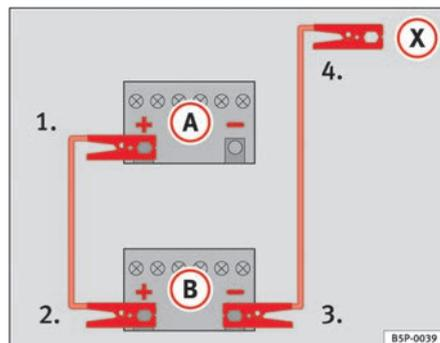

Abb. 204 Schema für das Anklemmen der Starthilfekabel
In der ⇒ Abb. 204 ist (A) die entladene Batterie und (B) die stromgebende Batterie.
1. Klemmen Sie ein Ende des roten Starthilfekabels an den Pluspol ⇒ Abb. 204 (+) des Fahrzeugs mit der entladene Batterie ⇒ ⚠.
4. Klemmen Sie das andere Ende des schwarzen Starthilfekabels (X) beim Fahrzeug mit der entladene Batterie an ein massives, fest mit dem Motorblock verschraubtes Metallteil oder an den Motorblock selbst an, jedoch nicht in der Nähe der Batterie ⇒ ⚠.